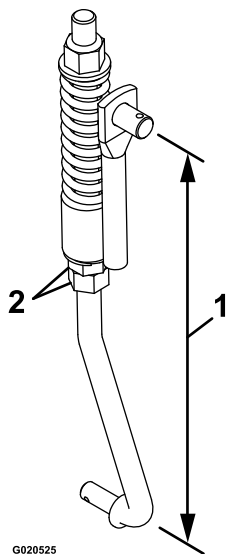

Figura 48
8. Ajuste la longitud del acoplamiento con las 2 tuercas situadas en la parte inferior del conjunto de muelle vertical (**Figura 48**).